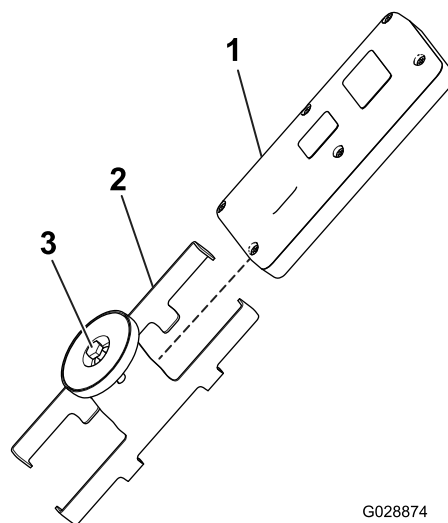

図 45
1. マグネット式ブラケットのマグネットについているボルトをゆるめる 図 45。
2. ブラケットの両側を開いてリモートを取り出す (図 45)。
8. ハンドヘルドリモートをマグネット式ブラケットに取り付ける。ブラケットにリモートを入れ、ブラケットについているボルトを締め付ける (図 45)。